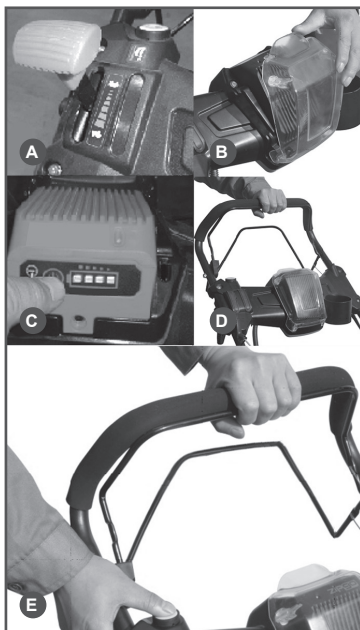

Рис. 9 Запуск двигателя электрическим стартером
1. Откройте крышку отсека и установите аккумулятор или проверьте, правильно ли установлен аккумулятор (Рис. 9В).
2. Рычаг газа установите в положение 1/3 шкалы увеличения оборотов двигателя (Рис. 9А).
3. Нажмите кнопку питания, показывающую состояние заряда аккумулятора, и убедитесь, что заряд аккумулятора достаточен – светятся 3 или 4 светодиода (Рис. 9С). При необходимости зарядите аккумулятор (раздел ОБСЛУЖИВАНИЕ АККУМУЛЯТОРА).
4. Нажмите и удерживайте рычаг остановки двигателя левой рукой (Рис. 9D). Нажмите кнопку включения электрического стартера правой рукой (Рис. 9Е).
- Рычаг газа установите в положение 1/3 шкалы увеличения оборотов двигателя (Рис. 9А).
На газонокосилке предусмотрена регулировка скорости движения. Изменение скорости движения производится рычагом газа (Рис. 9А). Движение ручки газа вперед приводит к увеличению скорости движения газонокосилки.